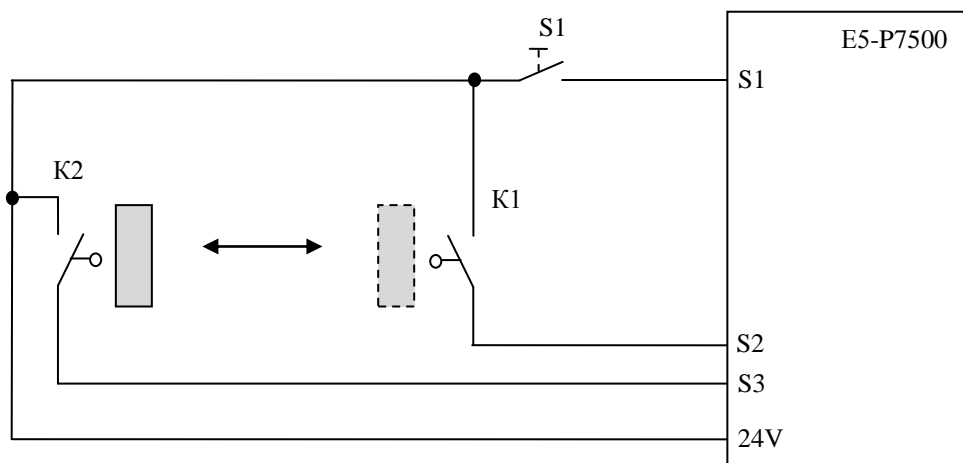

Рис.31. Схема подключения цепей управления
9.2.2.5. Выполнить подключение цепей управления ПЧ в соответствии со схемой, приведенной на рис.31.